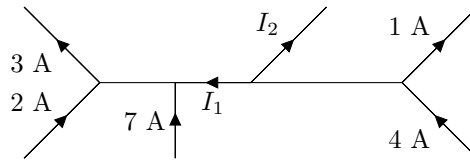

Figura 1.9: Problema 20.
20. En la figura 1.9 determina  $I_1$  e  $I_2$ .